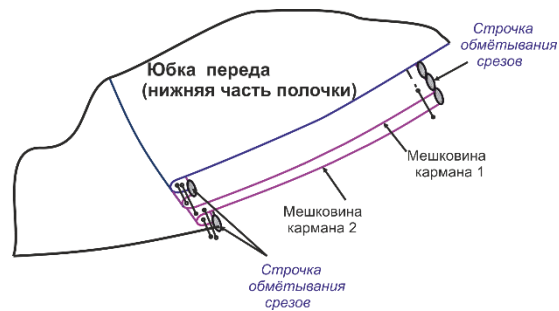

Рис. 4
15. Притачайте детали мешковины кармана к нижней части полочки и спинки (Рис.4). Припуски швов обметайте и настрочите на мешковину.